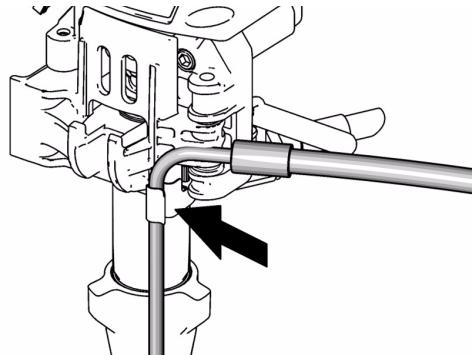

Рис. 28
7. Рис. 28. Подсоедините сливной шланг к распылителю.